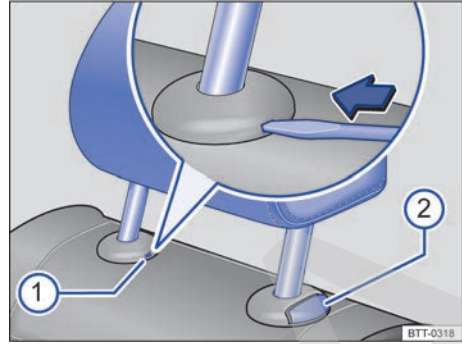

Fig. 86 Desmontaje de los apoyacabezas traseros.
- En caso necesario, introduzca la punta plana del destornillador de las herramientas de a bordo en la ranura de la tapa → fig. 86 ①, en el sentido de la flecha, y manténgala en esta posición. ▶
- Al mismo tiempo presione la tecla ② mientras una segunda persona extrae el apoyacabezas completamente.